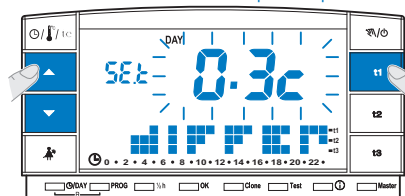

fig. 36
- Premere il tasto **t1** sino alla comparsa sul display del valore lampeggiante del differenziale esistente (esempio in fig. 36 - impostazione di fabbrica **0.3c**).
- Modificare il valore (da 0,2 a 0,7) agendo sui tasti **▲▼** (esempio in fig. 36).